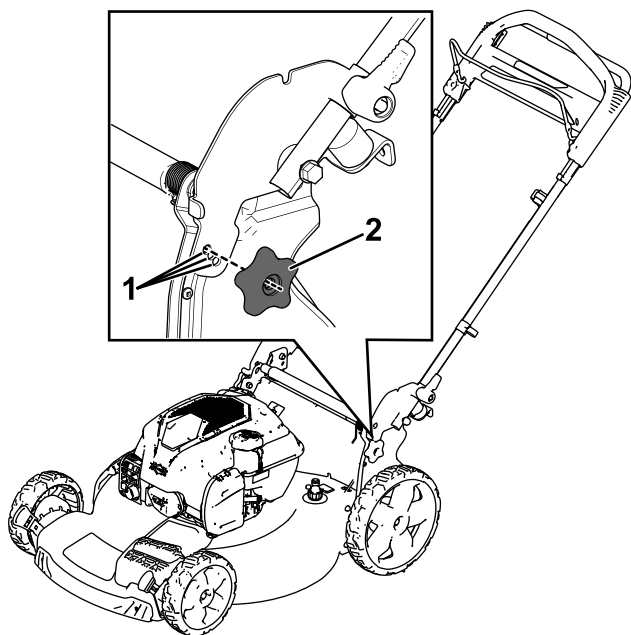

Figura 11
Usted puede elevar o bajar el manillar a 1 de 3 posiciones, la que le sea más cómoda (Figura 11).
1. Retire los dos pernos y pomos del manillar (Figura 11).